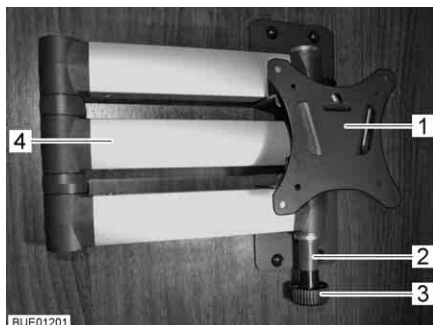

Fig. 89 Support à bras articulé
- Tirer sur le bouton de déverrouillage (Fig. 89,3). Le bras articulé (Fig. 89,4) est déverrouillé.
- Faire retourner l'écran plat dans sa position initiale jusqu'à ce que le support (Fig. 89,1) s'enclenche dans le verrouillage (Fig. 89,2).